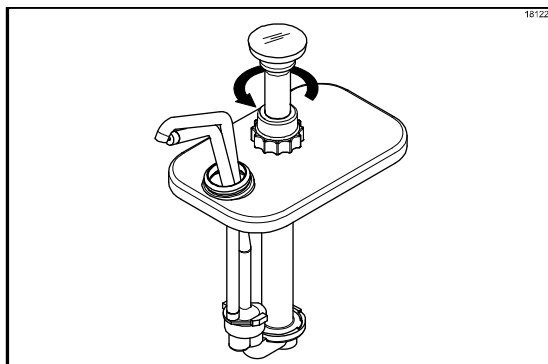

Figura 72
3. Retire o conjunto do êmbolo do corpo da bomba girando a porca do êmbolo no sentido anti-horário. (Veja a Figura 72.)